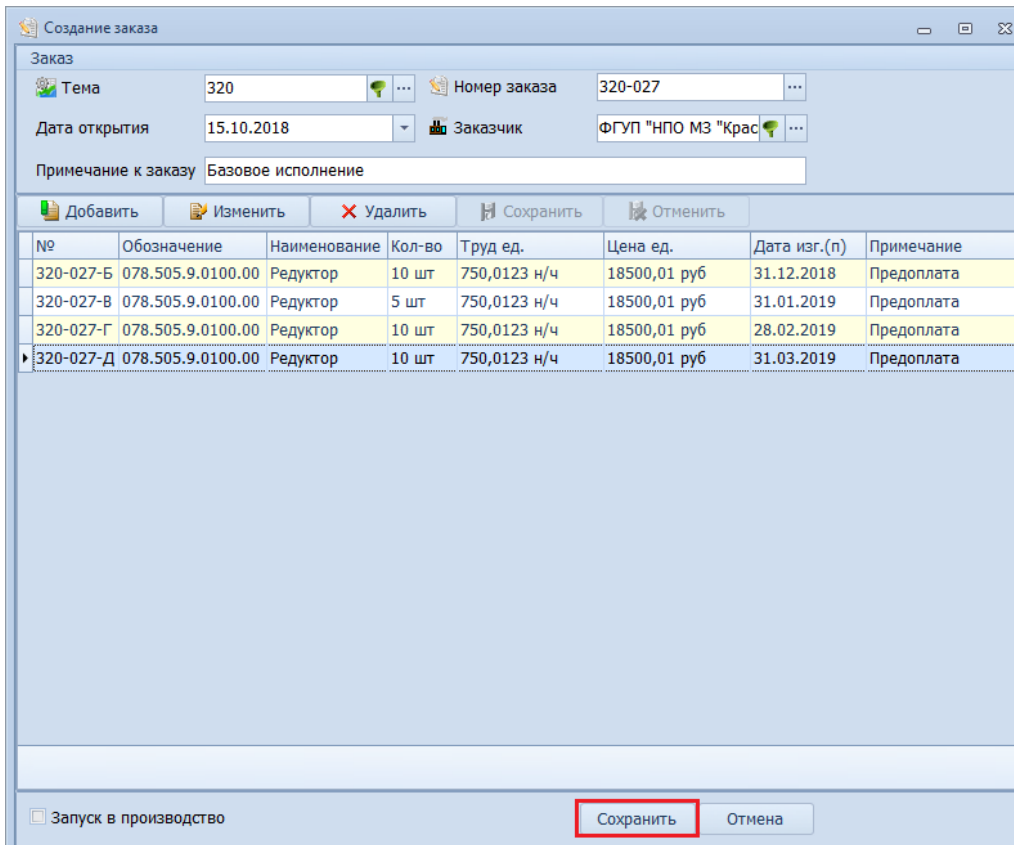

Рисунок 64. Сохранение создаваемой Заявки
6.1 В диалоговом окне «**Создание заказа**» нажать кнопку **Сохранить** (рис. 64).